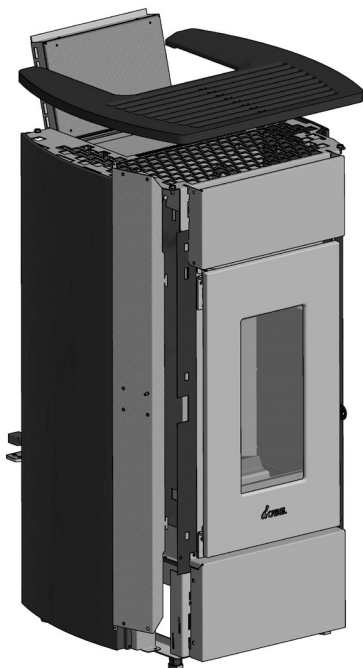

Fig. 29 - Sganciare supporto maioliche
- Aprire il coperchio pellet e togliere il Top (vedi Fig. 29)